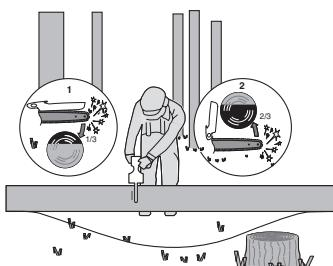

Bild 4
När stocken stötta i båda ändarna, så som visas på bild 4, såga 1/3 diameter från ovansidan (kapning från ovansidan) (1). Gör sen den avslutande kapningen genom kapning från undersidan, från de undre 2/3 (2), för att möta den första sågningen.